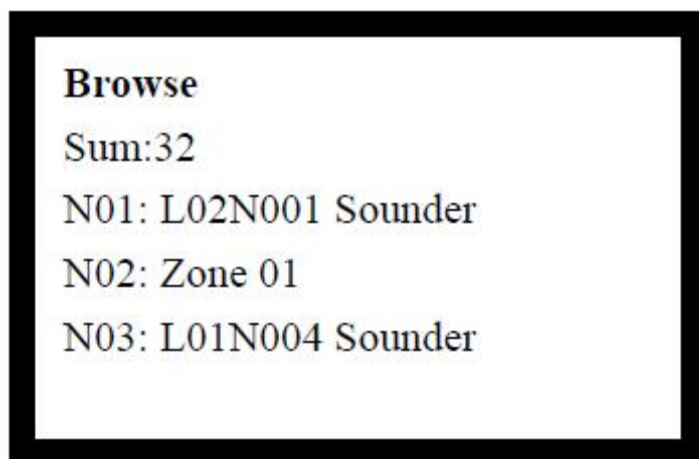

Рис. 6-8
- При нажатии кнопки 6 **“6. Access”** Вы войдете в экран для просмотра назначенных клавиш ZCP, как на рис. 6-8.